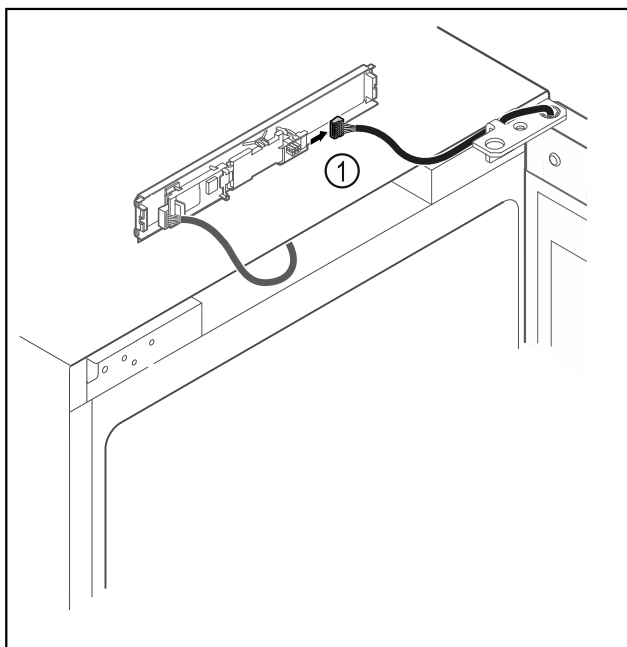

Fig. 8
- Débrancher le connecteur Fig. 8 (1) de la platine.